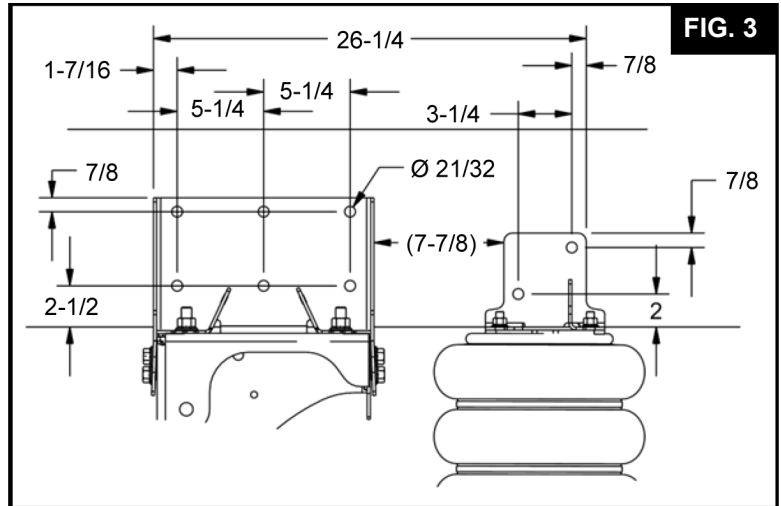

FIG. 3
9.3 Una vez que los soportes del bastidor estén bien ajustados a la superficie externa y la inferior del bastidor del camión, revise todos los problemas de espacio libre y luego granete todos los agujeros para el montaje. (Vea en la **Fig. 3** la ubicación recomendada para los agujeros de montaje).